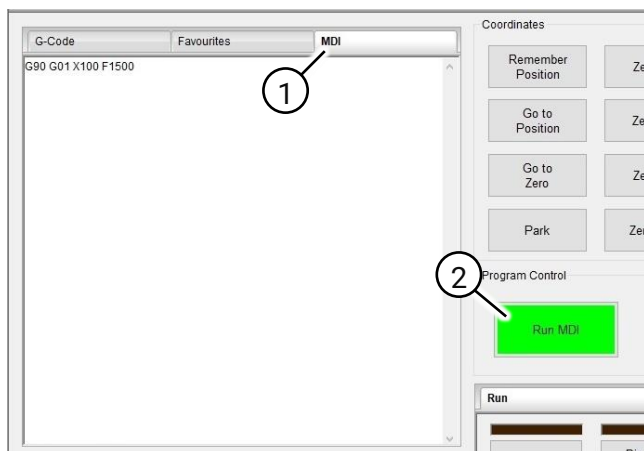

Fig. 76 Tabblad 'MDI'
4. Als het tabblad MDI is geactiveerd, kunt G-code-opdrachten invoeren via het toetsenbord (Fig. 76 (1)). Als het tabblad MDI wordt geactiveerd, verandert het opschrift van de groene knop van 'Run G-Code' in 'Run MDI'
- 4.1 Om aangepaste code uit te voeren, klikt u op 'Run MDI' (Fig. 76 (2)).